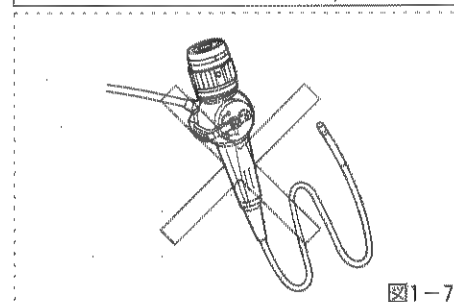

図1-7
⑮ スコープ軟性部を半径 R 30mm以下に曲げないでください。(図1-7)